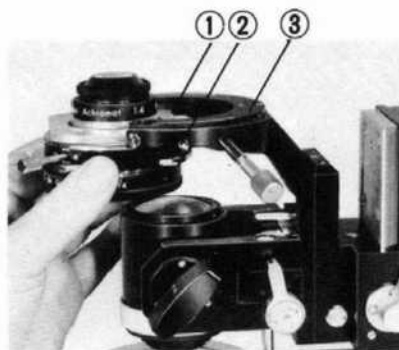

Fig. 5
4. Insert the Condenser.(Fig. 5)